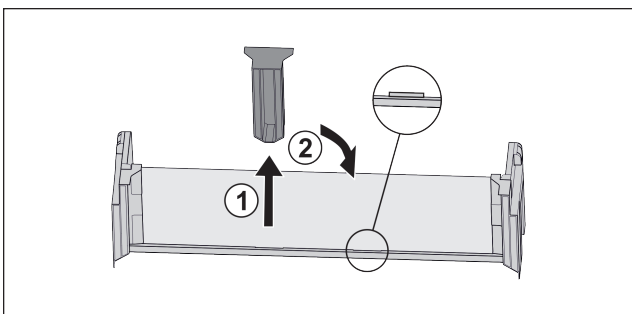

Fig. 114
- ▶ Изтеглете средната задържаща част Fig. 114 (1).
- ▶ Вкарайте средната задържаща част на втората позиция Fig. 114 (2).